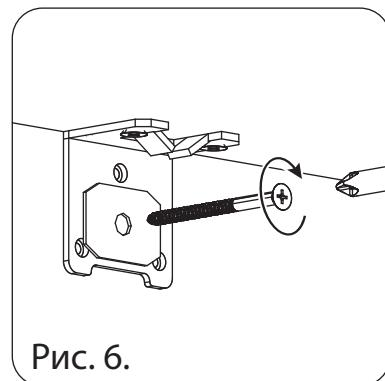

Рис. 6.
3. Вращением наконечника, отрегулируйте его вылет, так чтобы обеспечить плавное и уверенное открывание и закрытие фасада, как показано на рис. 5. Вылет наконечника толкателя возможен до 5 мм, как показано на рис. 6.